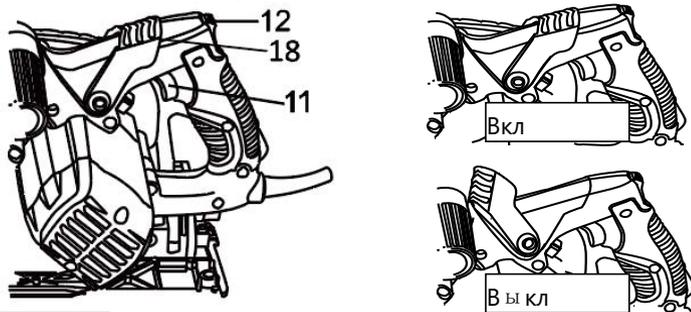
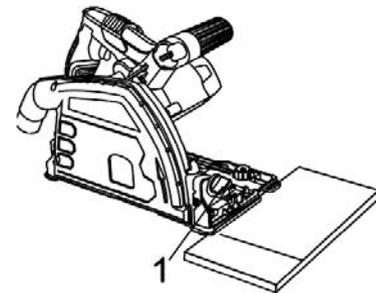

Рис.5
Рис.6
Переключите кнопку блокировки (12) вперед, а затем нажмите на переключатель включен / выключен (11) (рис. 5).
2. Установите пилу на заготовке (1) так, чтобы опорная пластина располагалась ровно на заготовке (рис. 6).
3. Совместите пильный диск с линией резки (3).
4. Нажмите на фиксатор погружения (12) и нажмите пусковую кнопку (11), чтобы запустить пилу, и медленно опустите лезвие на заготовку, чтобы лезвие врезалось в заготовку (рис. 5). Позвольте лезвию прорезать дерево. Продолжайте опускать лезвие в заготовку, пока не будет достигнута полная глубина резания. Продолжайте пиления до линии резки и завершите резку, по достижении результата.